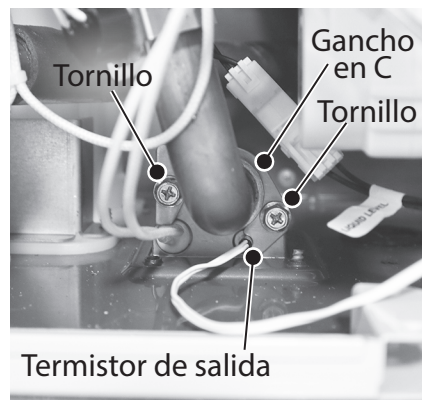

Figura 72 - Conjunto de termistor de salida
- 14** Ubique el termistor de salida de agua caliente y los dos tornillos que fijan el termistor de salida de agua caliente. Consulte la Figura 72. Use un destornillador Phillips para retirar los tornillos y el gancho en C. Deje los tornillos y el gancho en C a un lado en un lugar seguro para volver a instalarlos.
- 19** Instale el nuevo termistor de salida de agua en el calentador de agua. Consulte la Figura 72. Fije con los tornillos y el gancho en C que se retiraron anteriormente en el **Paso 14**.